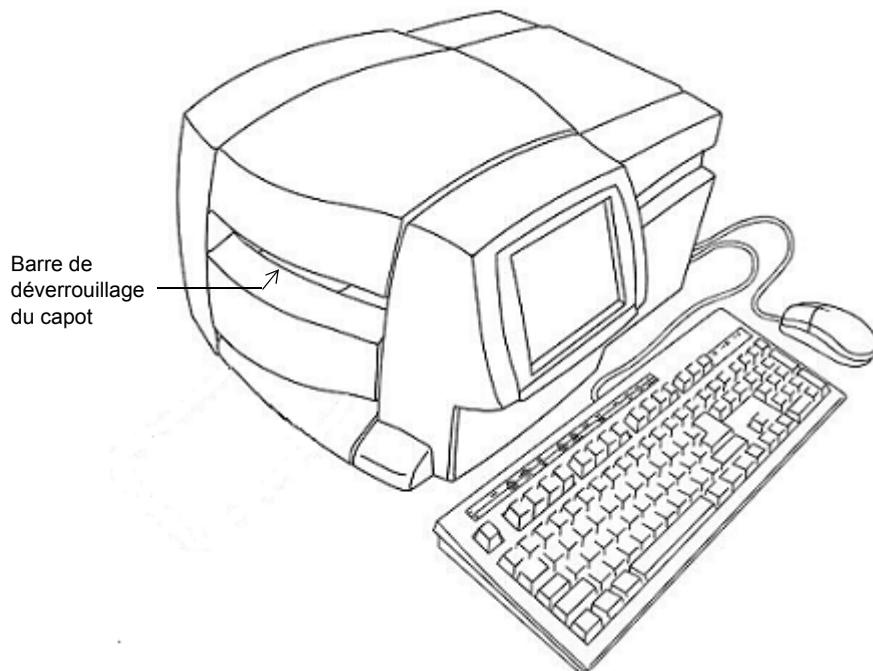

Figure 2-2. Ouverture de l'imprimante
- Etape 1 :** Raccordez le câble du clavier au connecteur approprié, comme illustré à la Figure 2-2.